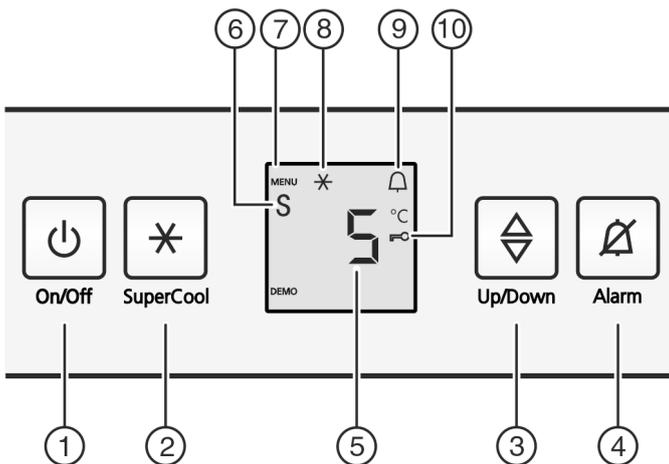

Fig. 2
- ▶ Premere il tasto On/Off Fig. 2 (1).
- ▶ Attivazione del modo regolazione: Premere il tasto SuperCool Fig. 2 (2) per ca. 5 sec..
- ▷ Il simbolo Menu Fig. 2 (7) si illumina.
- ▶ Selezionare con il tasto di regolazione Fig. 2 (3) **c**.
- ▶ Premere brevemente il tasto SuperCool Fig. 2 (2) per confermare.
- ▶ Per inserire la sicurezza bambini premere brevemente il tasto SuperCool Fig. 2 (2).
- ▷ Il simbolo Sicurezza bambini Fig. 2 (10) si illumina. Nel display lampeggia **c**.
- ▶ Per disinserire la sicurezza bambini premere brevemente il tasto SuperCool Fig. 2 (2).
- ▷ Il simbolo Sicurezza bambini Fig. 2 (10) si spegne. Nel display lampeggia **c**.
- ▶ Disattivazione del modo regolazione: premere il tasto On/Off Fig. 2 (1).
- ▶ Premere il tasto Allarme Fig. 2 (4).
- ▷ Il simbolo Menu Fig. 2 (7) lampeggia.
- ▶ Per richiamare la funzione Modalità Sabbath: premere brevemente il tasto SuperCool Fig. 2 (2).
- ▶ **per attivare** la modalità Sabbath premere brevemente il tasto SuperCool Fig. 2 (2).
- ▶ **per disattivare** la modalità Sabbath premere brevemente il tasto SuperCool Fig. 2 (2).
- ▷ Nel display della temperatura viene visualizzato il simbolo modalità Sabbath Fig. 2 (6), finché è attiva la modalità Sabbath.